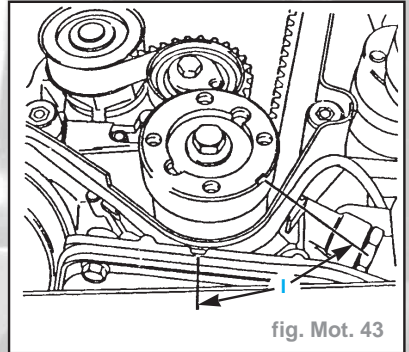

fig. Mot. 43
- Avant de déposer la courroie crantée - tourner la vis de fixation de la roue d'entraînement de la courroie crantée pour amener le vilebrequin à 60° avant le repère de PMH (fig. Mot. 43).
- Avant de déposer la courroie crantée, régler le vilebrequin à **60°** avant le repère de PMH (fig. Mot. 43).